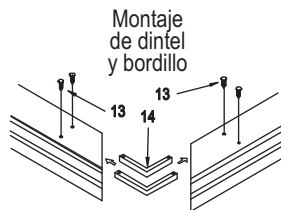

Figura 1
1. Agregue $\frac{1}{2}$ " a las medidas de la línea central para obtener la dimensión externa del bordillo (25). Cortar a la longitud deseada. Marque la ubicación del bordillo en el umbral con el lápiz para que luego el bordillo vuelva a colocarse en la misma posición.
2. Coloque el dintel (24) y el bordillo (25) con dos seguros a 90 grados 19/64 (33) en el dintel y dos seguros (33) en el bordillo. Utilice los orificios del dintel y el bordillo. Luego ajuste con ocho tornillos #6 3/8" (32). Ver Figura 1.
3. Deje el bordillo en el lugar temporalmente. Coloque los canales de la pared (15) en la ranura. Sostenga y marque los orificios donde colocará los tornillos. Retire los canales de la pared y el bordillo. Perfore orificios de 3/16" en la pared con un taladro con punta de carburo de 3/16". Coloque en los orificios anclajes de plástico (16). Coloque una tira de silicona a lo largo de toda la parte inferior del bordillo, en los ingleses, seguros de los tornillos, y rellene cada extremo del bordillo con silicona en la unión del bordillo con la pared. Coloque también silicona en la unión del bordillo o la base de la ducha con la pared vertical, (área que luego se cubrirá con un bordillo de metal).
4. Coloque un bordillo en el umbral y coloque silicona en el INTERIOR DEL BORDILLO, en los ingleses, en la parte superior de los tornillos del bordillo y en ambas paredes. Coloque los canales de la pared y ajuste a las paredes con tornillos #8 x 1 1/2" (17).
5. Coloque dos bloques de soporte para vidrio (26) en el bordillo y coloque el vidrio del panel a 90 grados (27) y el canal de la pared (con el lado liso del vidrio hacia adentro). Sostenga el panel, y coloque aproximadamente seis pulgadas del vinilo de sellado vertical (28) en el canal de la pared, en la parte superior del panel de vidrio, tanto hacia adentro como hacia afuera. Los ajustes de las paredes fuera de plomo se logran moviendo el panel de vidrio hacia adentro y hacia afuera de los canales. Para colocar el vinilo correctamente y lograr hermeticidad, se debe extender el vidrio al menos en los canales.
6. Coloque el poste de la esquina (30) sobre el vidrio, en el bordillo (con el lado acanalado del poste junto al vidrio del panel). Sostenga el poste en una posición temporal, ajustando en la parte superior con vinilo de sellado vertical (28) y en la parte inferior ajustando el poste al bordillo con tornillos #6 x 3/8" (21) en la parte interna del bordillo en el lado de la puerta.
7. Coloque el bloque de soporte para vidrio (26) en el bordillo en el que se colocará el panel de vidrio fijo (34).
8. Coloque el panel de vidrio fijo (34) (con el lado liso del vidrio hacia adentro) y muévelo hasta el poste de la esquina (30). Sosténgalo en la parte superior únicamente con vinilo de sellado vertical (28).
9. Coloque el poste fijo (35) (con el lado acanalado hacia el panel fijo) y mueva hacia el vidrio lo más posible. Colóquelo en la parte superior con el vinilo del canal de la pared. Para que la puerta y el panel encajen en la abertura, la unidad posee un ajuste de 1" en el panel fijo y un ajuste de 1" en la puerta, máximo en cada punto. La mayoría de los instaladores prefieren tomar el ajuste máximo del panel fijo y el restante de la puerta. Se deben tener en cuenta dos aspectos a la hora de determinar estos ajustes. En primer lugar, el vidrio del panel fijo debe ir en el poste de la esquina y en el poste fijo al menos en ambos lados. Esto es para garantizar que el vinilo sostendrá el vidrio correctamente y proporcionará una protección adecuada contra el agua. Una manera de recordar esto es que la distancia entre el poste de la esquina y el poste fijo en el lado del panel fijo nunca puede ser menor que el tamaño del panel menos 1 1/2" y nunca puede ser mayor que el tamaño del panel menos 1/2". Por ejemplo, un panel de 10" = distancia mínima de 8 1/2" y distancia máxima de 9 1/2". En segundo lugar, la abertura de la puerta debe ser adecuada. El relleno de bordillo y dintel (31) lo ayudarán a determinar esto. La longitud mínima para el relleno del dintel se determina teniendo en cuenta el tamaño de la puerta menos 1 7/8". La longitud máxima se determina teniendo en cuenta el tamaño de la puerta menos 7/8". Por ejemplo, para el modelo D-1000-24, la longitud mínima del relleno de bordillo o dintel es 22 1/8" y la longitud máxima es 23 1/8". Sin embargo, si se utiliza el montante con cerrojo regulable, agregue 3/16" a estas medidas, de modo que la longitud